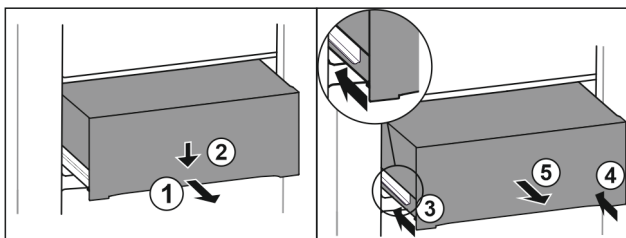

Fig. 104
- ▶ Extrageți pe jumătate sertarul. Fig. 104 (1)
- ▶ Apăsăți în jos sertarul pe partea frontală. Fig. 104 (2)
- ▶ Inșerați șina stângă aproximativ 2 cm. Fig. 104 (3)
- ▶ Inșerați șina dreaptă aproximativ 2 cm. Fig. 104 (4)
- ▶ Extrageți sertarul spre înainte. Fig. 104 (5)